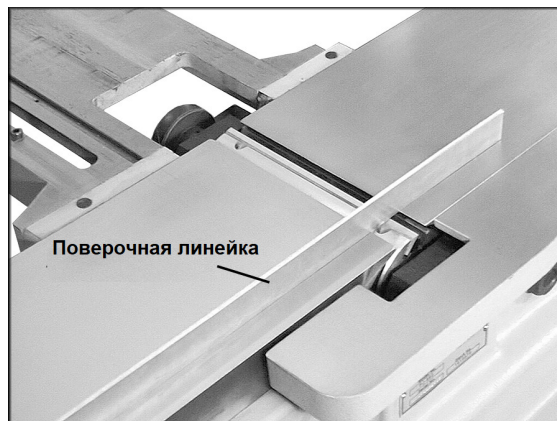

Рис. 19
5. Положите на стол разгрузки поверочную линейку так, чтобы она также располагалась и над столом подачи. См. Рис. 19.